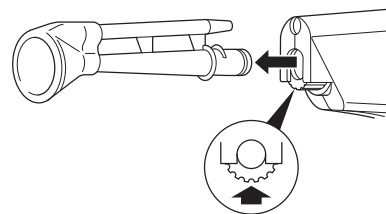

Figure 2 – Retrait de l'embout
1. Appuyer sur le mécanisme de verrouillage de l'embout et détacher l'embout de la pièce à main (figure 2).